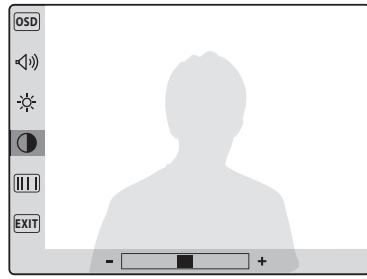

Fig. 20
- Il contrasto (8 livelli, **Fig. 20**);